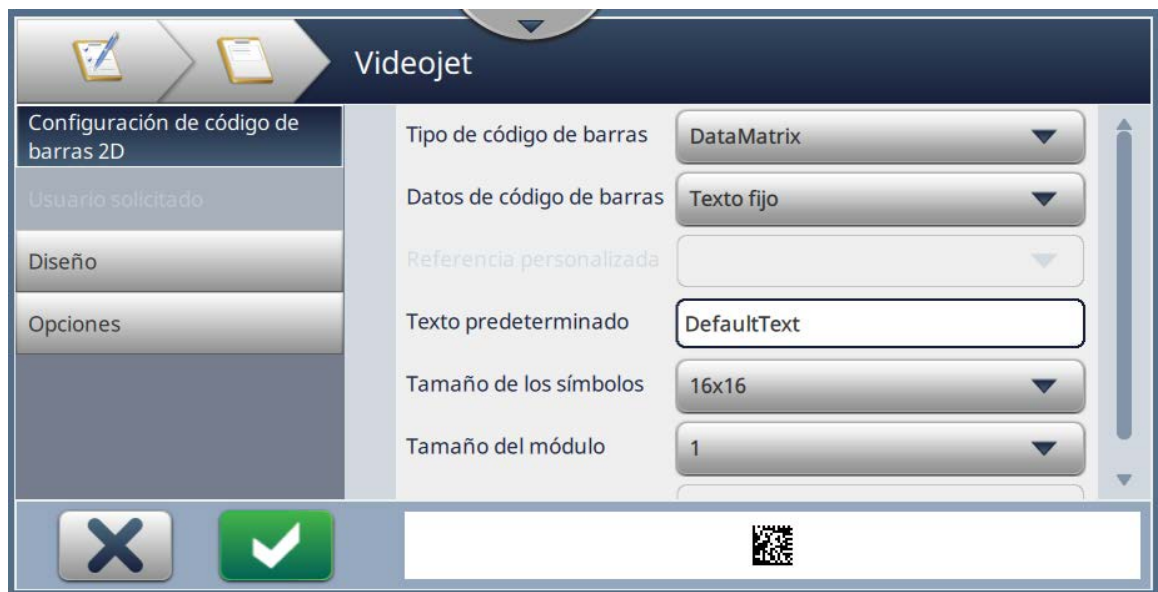

Figura 6-10: Pantalla Configuración de código de barras 2D
4. Se abrirá la pantalla Configuración de código de barras 2D, como se muestra en la Figura 6-10.